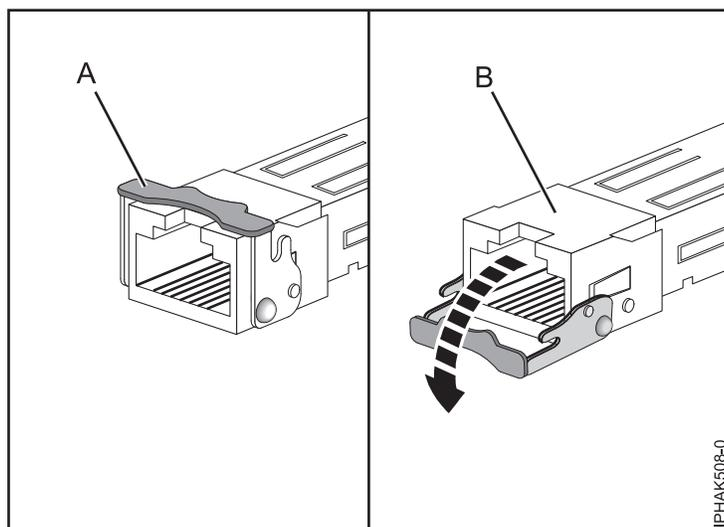

Figure 30. Retrait d'émetteurs-récepteurs SFP de cartes
- b. Ouvrez le loquet (A) en le faisant pivoter vers le bas et en l'écartant de la carte, comme illustré dans la figure 30.
- c. Faites ensuite glisser l'émetteur-récepteur (B) pour le sortir de la carte.